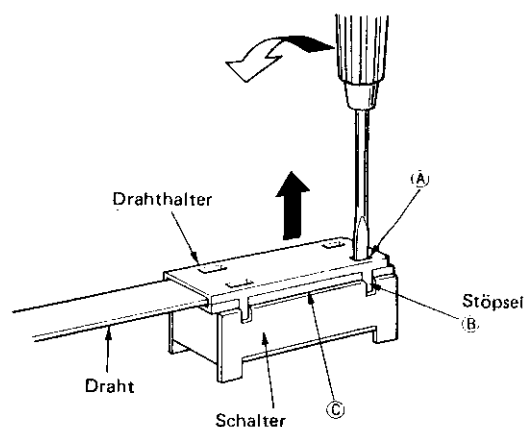

Abb. 1
- (1) Führen Sie einen Minusschraubenzieher in das Loch (A) des Draalthalters ein, wie in Abbildung 1 gezeigt. Dann den Draalthalter etwas nach oben drücken, während die Stöpsel (B) nach außen gedrückt werden.
- (2) Führen Sie einen Minusschraubenzieher in den Zwischenraum (C) zwischen Schalter und Draalthalter ein und entfernen Sie den Halter mit Ihren Fingern, während Sie den Schraubenzieher im Zwischenraum (C) drehen.